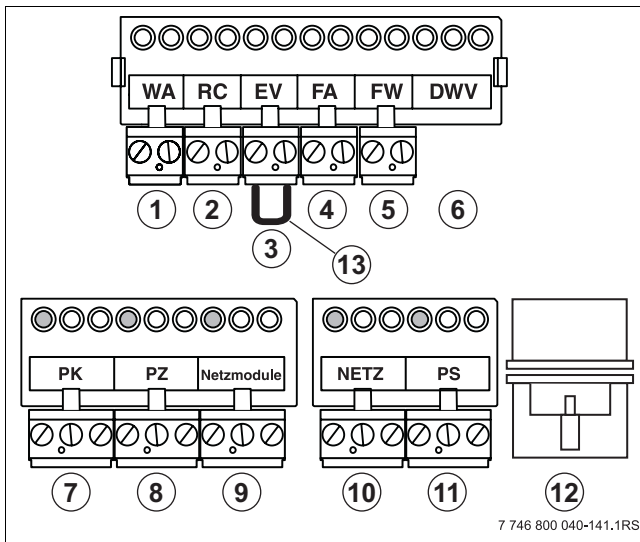
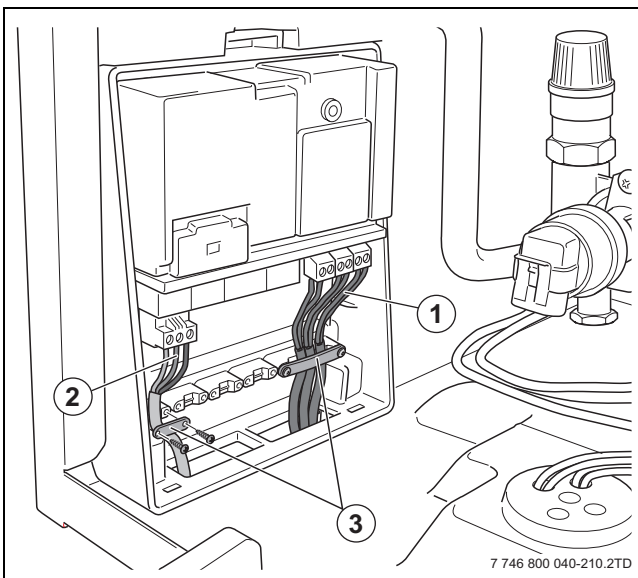

Fig. 30 Cutie de racordare și cutie de borne
Fig. 36 Montarea siguranței cablului
- ▶ Racordați unitatea de comandă RC20, RC30/RC35 la borna portocalie RC (→ fig. 30, [2]). În acest sens utilizați un cablu cu 2 conductori care variază de la 0,4 la 0,75 mm2.
- ▶ Racordați aparatele de reglare la borna portocalie RC (→ fig. 30, [2]). În acest sens utilizați un cablu cu 2 conductori care variază de la 0,4 la 0,75 mm2.
- ▶ Racordați cablul de rețea liber 230 VAC la modulul funcțional (→ fig. 30, [9] și fig. 36, [3]). În cazul în care sunt utilizate mai multe module funcționale, alimentarea 230 VAC a celui de-al doilea modul poate fi derivată de la primul modul. Utilizați cablul livrat împreună cu modulul funcțional [9] (→ fig. 1, [8], pagina 6).
- ▶ Înșurubați cablul cu siguranțele cablului (→ fig. 36, [3]).